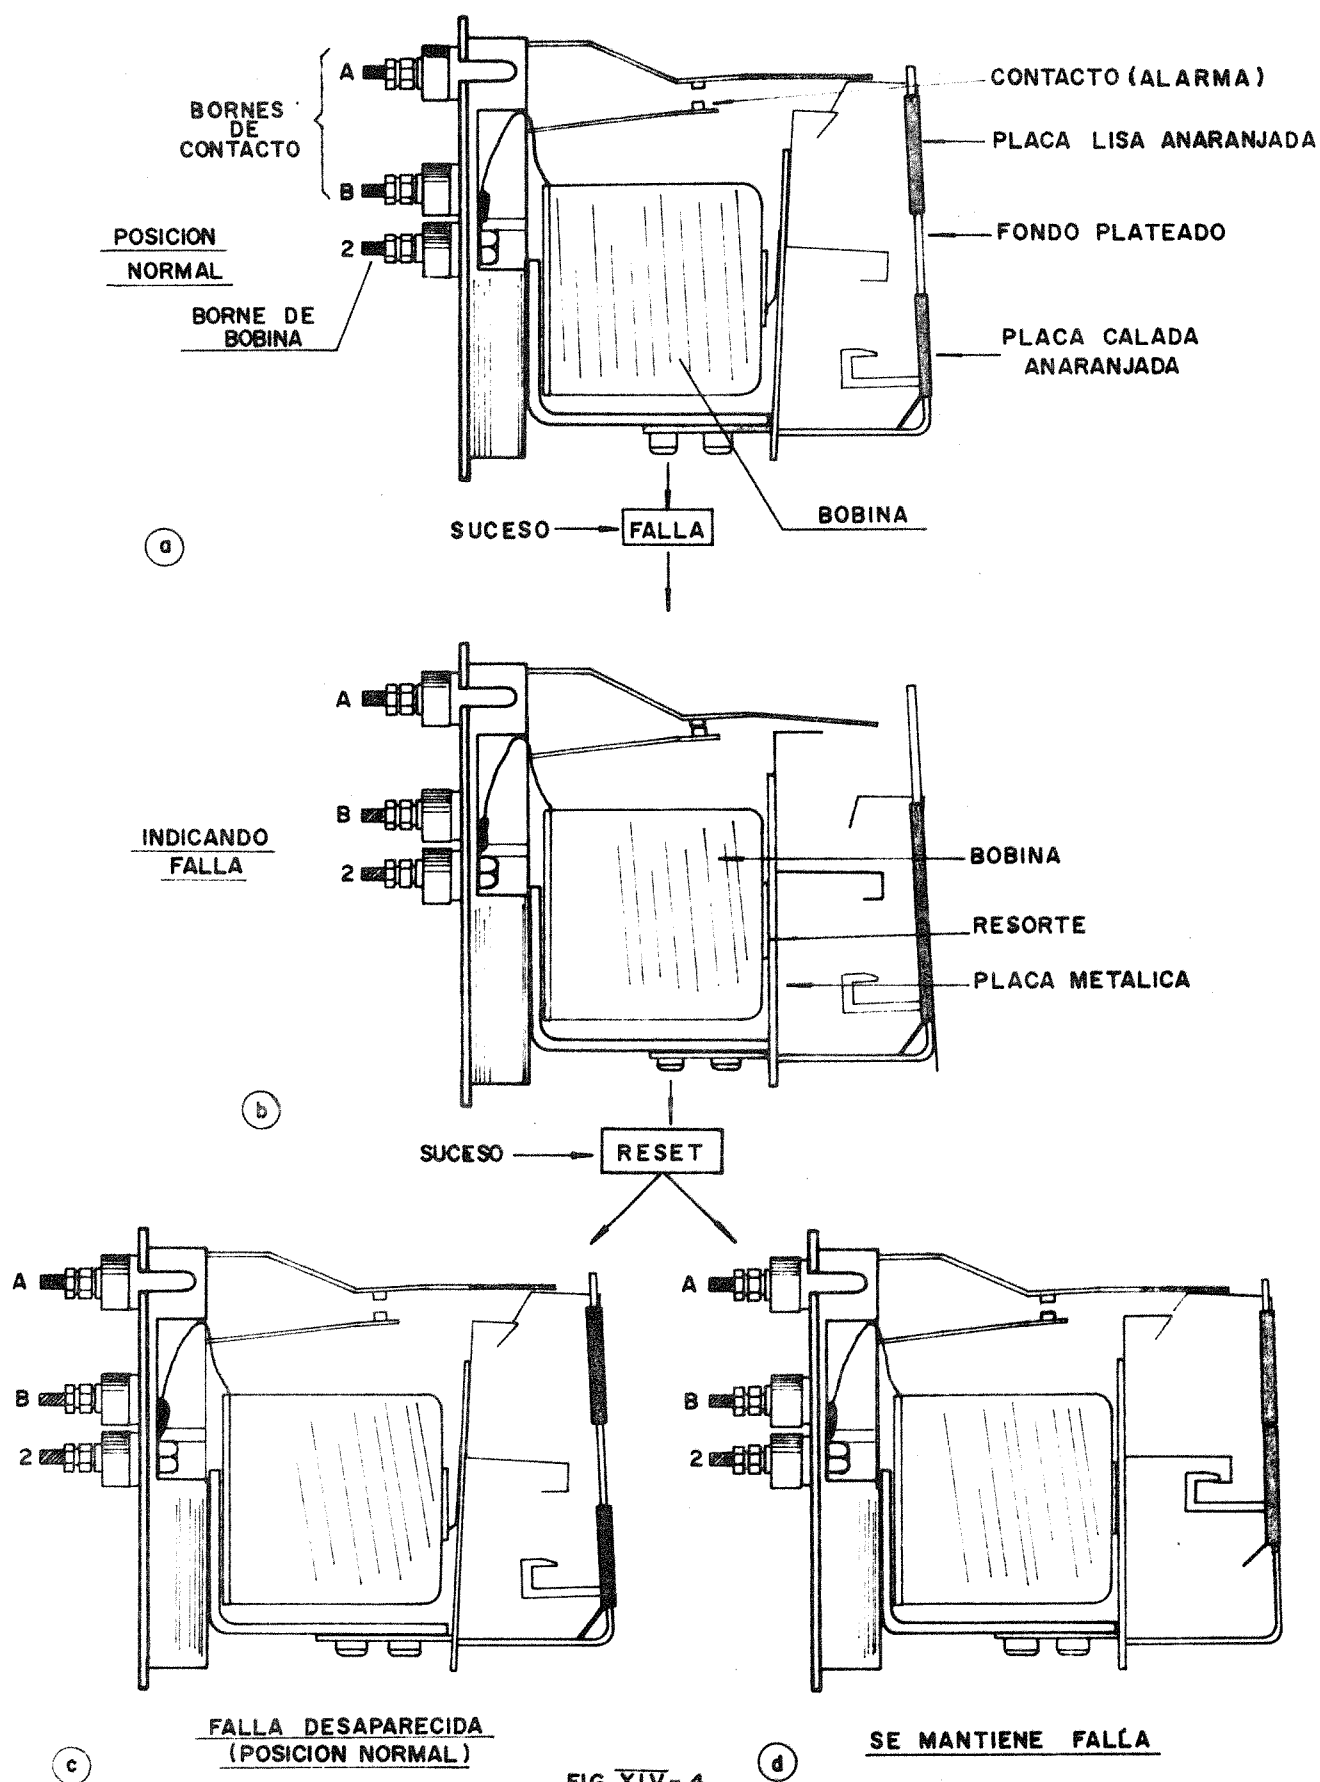

FIG. XIV-4
4. OPERACION. (Fig. XIV-4 y XIV-5).